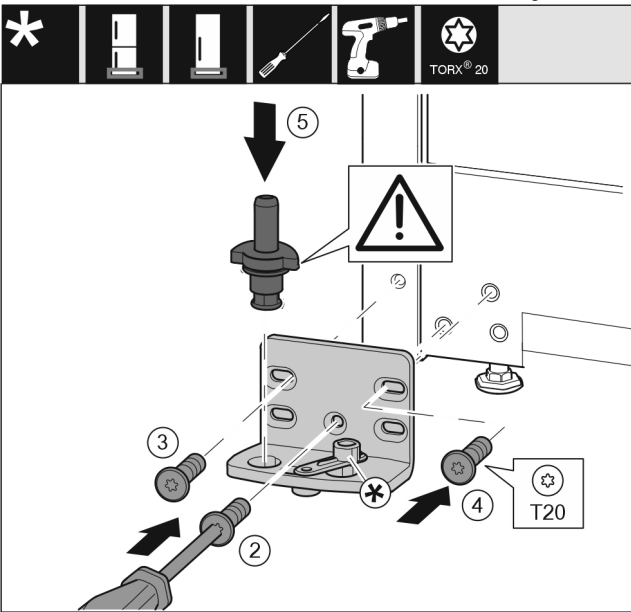

Fig. 18
- ▶ 将托架安装到另一侧，并借助 T20 螺丝刀旋紧。用螺钉 2 从底部的中心开始。 Fig. 18 (2)
- ▶ 拧紧螺钉 3 和 4。 Fig. 18 (3,4)
- ▶ 将轴承螺栓完全装入。同时注意止动凸轮需指向后方。 Fig. 18 (5)